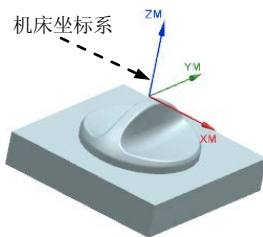

图 3.3 创建机床坐标系
Step2. 单击“CSYS”对话框  操控器 区域中的“操控器”按钮 ，系统弹出“点”对话框；在“点”对话框的 X 文本框中输入值 0.0，在 Y 文本框中输入值 0.0，在 Z 文本框中输入值 30.0；单击  确定 按钮，此时系统返回至“CSYS”对话框，在该对话框中单击  确定 按钮，完成图 3.3 所示的机床坐标系的创建。